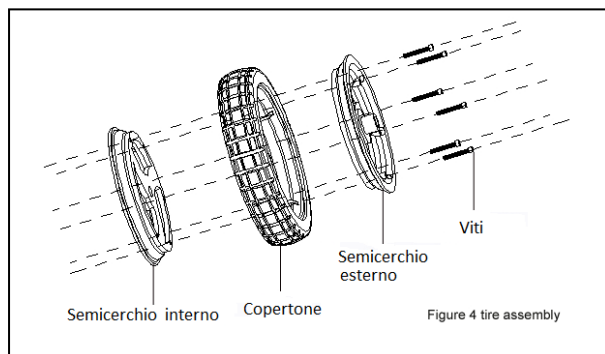

Figura 4
5. Rimuovere le viti dal gruppo cerchione e separare il cerchione interno da quello esterno, vedi figura 4.